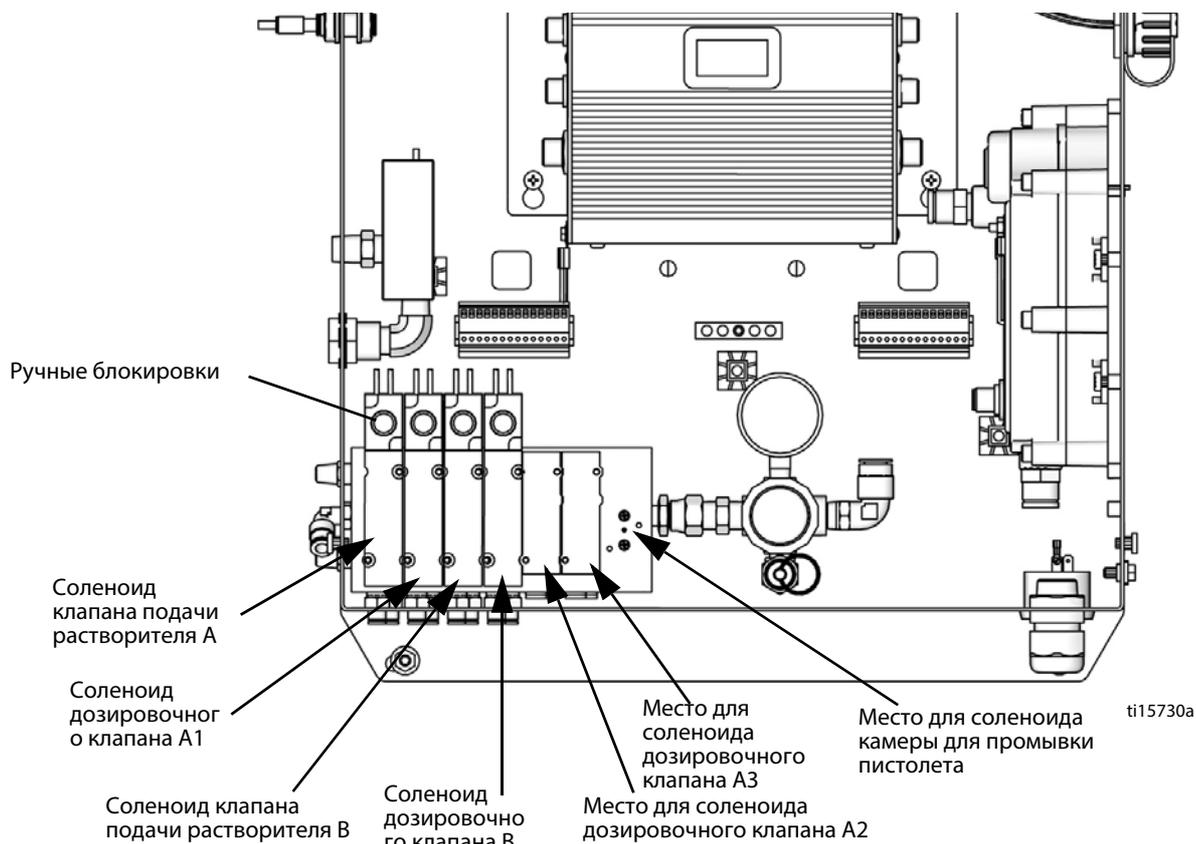

Рис. 1. Соленоидные клапаны в блоке управления
4. При нажатом курке пистолета установите ручную блокировку на соленоидах дозирующих клапанов А и В, и растворителя, чтобы сбросить давление. См. Рис. 1, стр. 15. Удостоверьтесь в том, что давление жидкости упало до 0.
4. При нажатом курке пистолета установите ручную блокировку на соленоидах дозирующих клапанов А1 (А2, А3) и В, чтобы сбросить давление. См. Рис. 1, стр. 15.
7. При нажатом курке пистолета установите ручную блокировку на соленоидах клапанов подачи растворителя А и В, чтобы сбросить давление растворителя. См. Рис. 1. Удостоверьтесь в том, что давление растворителя упало до 0.
7. Снимите крышку блока управления для получения доступа к соленоидным клапанам. См. Рис. 1, стр. 15.
- Очистка контура компонента А. См. Рис. 1, стр. 15. Установите ручную блокировку на соленоиде дозирующего клапана А, направьте пистолет в заземленную металлическую емкость и нажмите на курок.